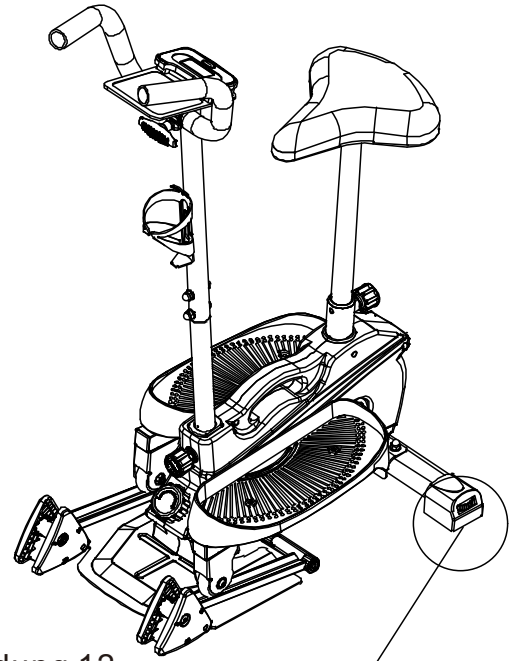

Abbildung 12
12. Nachdem alle Komponenten montiert wurden, überprüfen Sie die Schrauben an jedem Teil, um sicherzustellen, dass sie vor der Verwendung fest angezogen sind. Wie in Abbildung 12 dargestellt: